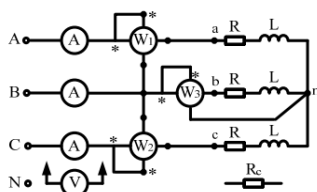
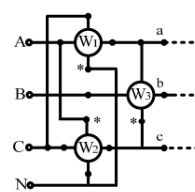

Рис.1
Рис.2
1. Собрать схему, показанную на рис. 1. При этом симметричную нагрузку составить из трёх имеющихся на стенде одинаковых катушек.
5.1. Для измерения реактивной мощности перейти к схеме включения ваттметров, показанной на рис. 2. Для этого цепи напряжения ваттметров (при отключенном электропитании) присоединить в соответствии со схемой.
Для симметричной цепи проверить выполнение соотношений: в схемах рис. 1 и рис. 2 соответственно: $P = P_1 + P_2 = 3P_3$ [Вт]; $Q = 3(P_1 + P_2) = 3P_3$ [ВАр].